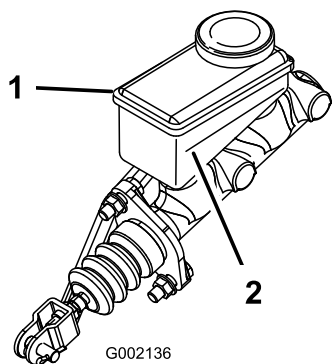

Рисунок 63
5. Проверьте уровень жидкости в боковой части бачка (Рисунок 63).
- Доливайте тормозную жидкость DOT 3 в бачок, пока ее уровень не будет выше отметки «Минимум» (Рисунок 63).